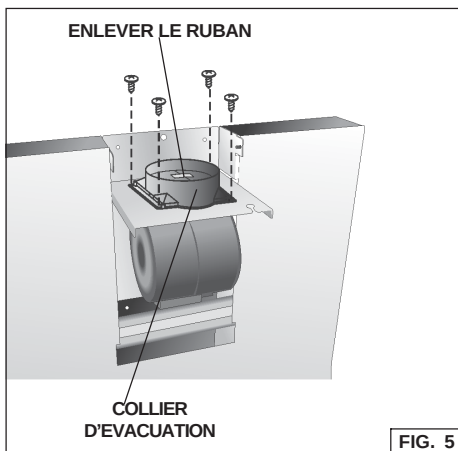

FIG. 5
2. Fixez le collier d'évacuation au haut de votre hotte (Fig. 5); la fixation a lieu au moyen des 4 vis d'assemblage (3,9 x 9,5mm Tête ronde).
3. Enlever le ruban positionné sur le clapet (Fig. 5).